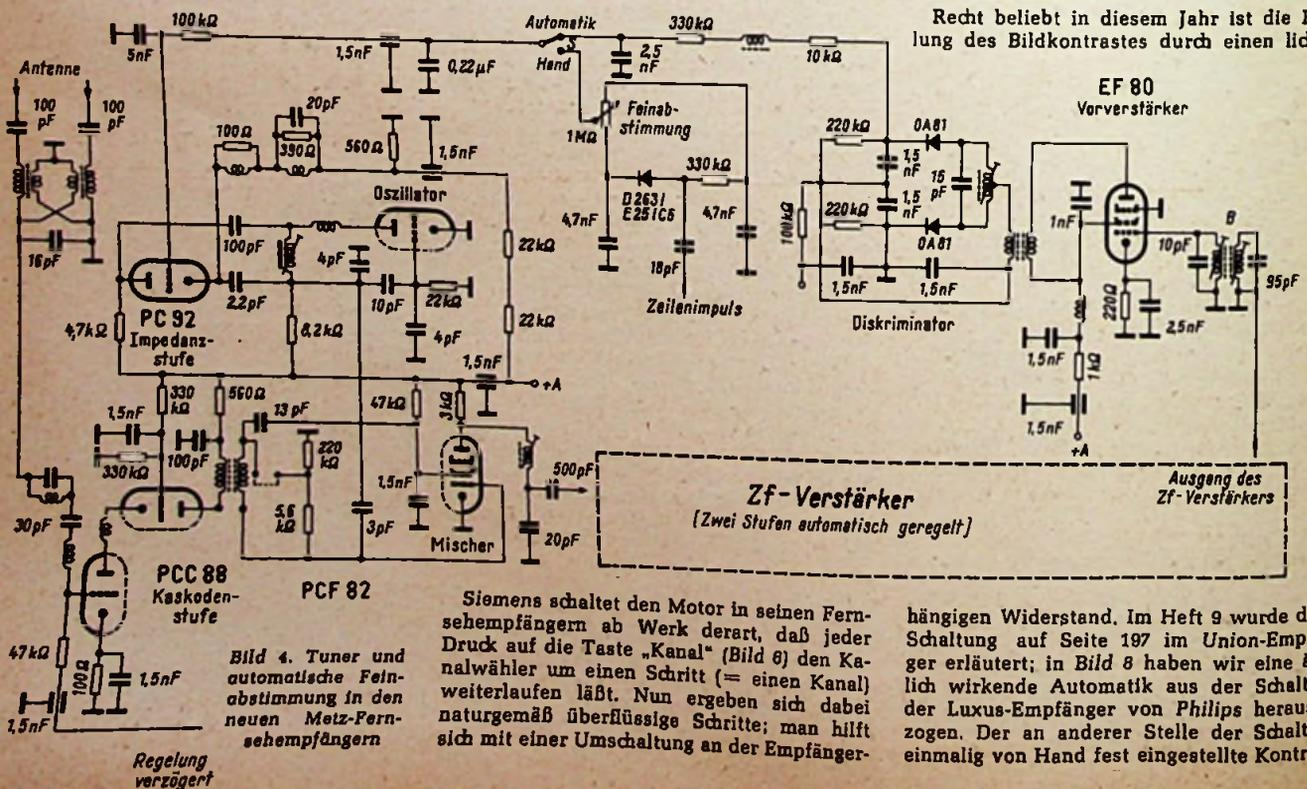

Bild 4. Tuner und automatische Feinabstimmung in den neuen Metz-Fernsehempfängern
Immer mehr Luxusgeräte werden mit automatischer Feinabstimmung ausgestattet. Zwei Schaltungen dieser Art, von Graetz und Loewe-Opta lassen wir von Laboringenieuren im Heft 9 der FUNKSCHAU auf den Seiten 194 und 196 beschreiben: in Bild 4 haben wir als weitere Variante die automatische Scharfabstimmung von Metz herausgezeichnet. Dem Diodenkreis im Ausgang des dreistufigen Zf-Verstärkers wird ein gewisser Betrag der Bild-Zwi-
schensfrequenz von 38,9 MHz entnommen und über ein schmalbandiges Bandfilter B (in Bild 4 ganz rechts am Rand) der Vorverstärkeröhre EF 80 zugeführt. Der nachgeschaltete Diskriminator erzeugt eine Gleichspannung, deren Höhe von der Frequenzabweichung der Abstimmung abhängt. Bei richtiger Abstimmung (Bild-Zf = 38,9 MHz = Resonanzfrequenz des Filters B) ist die Gleichspannung hinter dem Diskriminator gleich Null. Die entstehende Gleichspannung wird der den Oszillatorkreis der PC(F) 82 im Tuner nachstimmenden Impedanzröhre PC 92 zugeleitet.